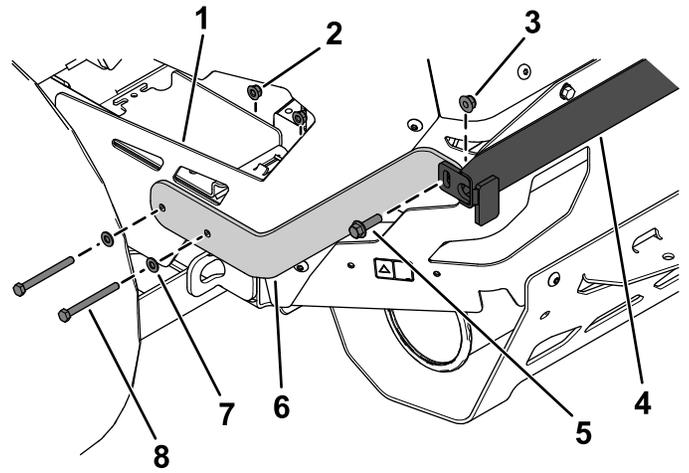

Figure 9
3. Fixez légèrement la patte supérieure gauche à la protection arrière gauche à l'aide de 2 boulons à tête hexagonale (5/16" x 3/4"), 2 rondelles ordinaires, 2 écrous à embase (5/16"), 1 boulon à embase (3/8" x 1 1/4") et 1 contre-écrou (3/8"), comme montré à la Figure 9.